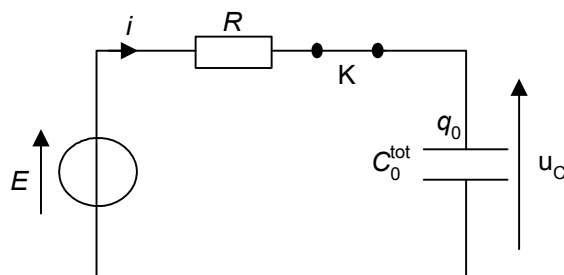

Figure 9. Circuit de charge du condensateur
2.1. On considère la manette au repos ; pour la mettre sous tension, on ferme l'interrupteur K dans le montage schématisé **figure 9**. Le condensateur de capacité C_0^{tot} se charge.